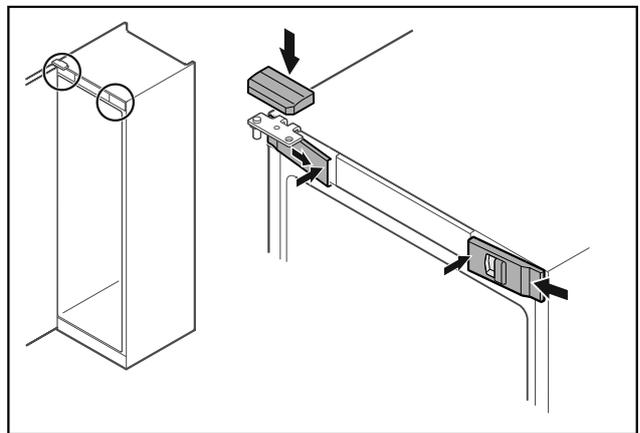

Fig. 46 *
- ▶ Accrocher les caches avant Fig. 46 (1) par les côtés et les enclencher en appuyant sur l'intérieur.*
- ▶ Insérer le cache supérieur Fig. 46 (2) par le haut.*